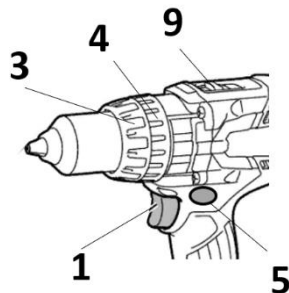

РИСУНОК 2.3.1. ОРГАНЫ УПРАВЛЕНИЯ.
1. Для включения электроинструмента нажмите триггерный выключатель «1» (рисунок 2.3.1.) и держите его нажатым.
Нажмите на триггерный выключатель «1» (рисунок 2.3.1.) для включения лампы. Лампа будет светиться пока выключатель будет оставаться в нажатом положении.
Направления вращения патрона можно изменять с помощью переключателя «5», при отпущенной клавише выключателя «6» (рисунок 2.3.1.).
1. Переведите переключатель режима Действия «9» (рисунок 2.3.1.) на отметку «сверление».
2. Отрегулируйте кольцо регулировки крутящего момента «3» (рисунок 2.3.1.) на требуемый уровень усилия затяжки.
Установите переключатель «9» (рисунок 2.3.1.) на символ «сверление».
Установите переключатель «3» (рисунок 2.3.1.) на символ «ударное сверление».